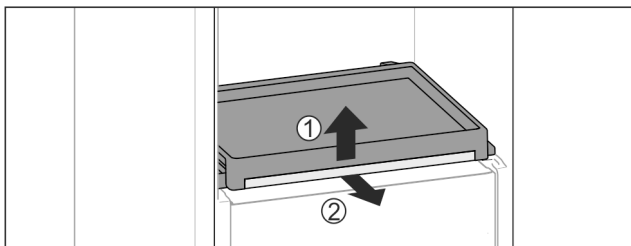

Fig. 132
- Vyjměte vysouvací přihrádku se skleněnou deskou: Skleněnou desku vpředu lehce nadzvedněte Fig. 132 (1) a vytáhněte dopředu Fig. 132 (2).